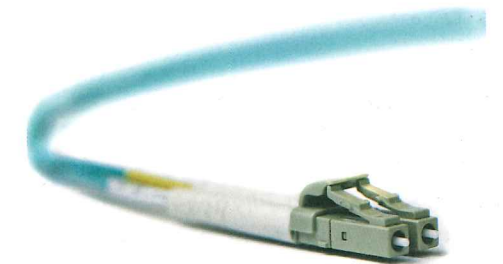

Figura 6.73. Conector LC.
- **Conector LC (Lucent Technologies Connector).** Es un nuevo tipo de conector óptico (Figura 6.73) de reducido tamaño, que facilita su integración en los dispositivos electrónicos como los *switch*. El sistema de anclaje es muy parecido al de los conectores RJ-45, ya que utiliza una pestaña superior que hay que presionar para introducirlos o liberarlos.